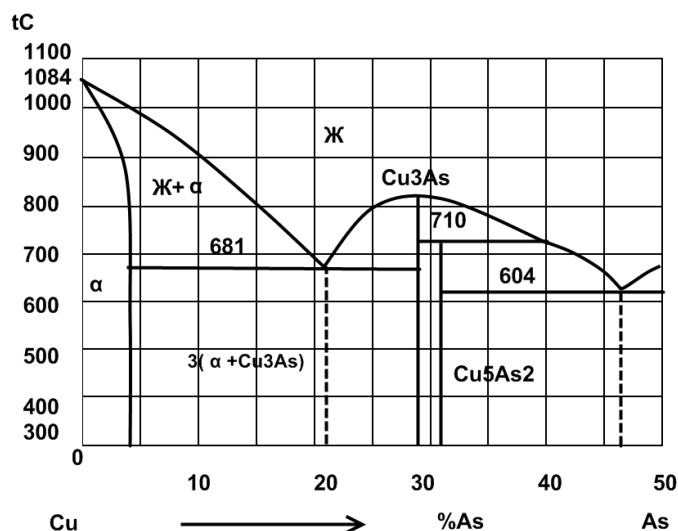

Рис. 6. Диаграмма состояния медь – мышьяк (Cu – As)
2. Вычертите диаграмму состояния системы медь – мышьяк. Опишите взаимодействие компонентов в жидком и твердом состояниях, укажите структурные составляющие во всех областях диаграммы состояния и объясните характер изменения свойств сплавов в данной системе с помощью правил Курнакова (рис. 6).